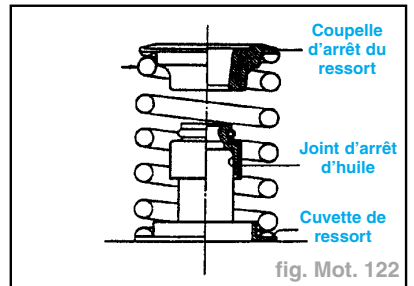

fig. Mot. 122
- Mettre le ressort de soupape en place avec la marque de couleur tournée du côté du culbuteur (fig. Mot. 122).